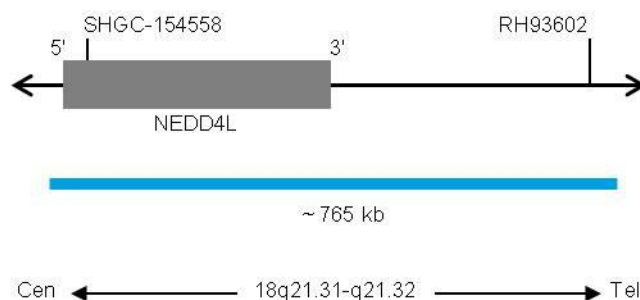

Fig. 1: SPEC 18 Mapa da sonda (sem escala)
- Polinucleótidos (~37 ng/ μ l) com marcação ZyBlue (excitação 418 nm/emissão 467 nm), dirigidos ao mapeamento de sequências alvo em 18q21.31-q21.32* (chr18:55,690,725-56,455,119) (ver Fig. 1).